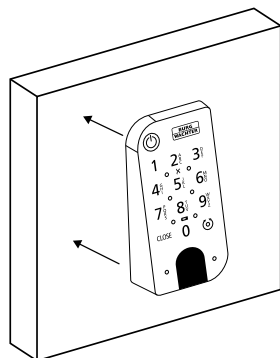

Fig. 8
- 3 Applicare il tastierino nella posizione desiderata sulla parete (Fig. 8).